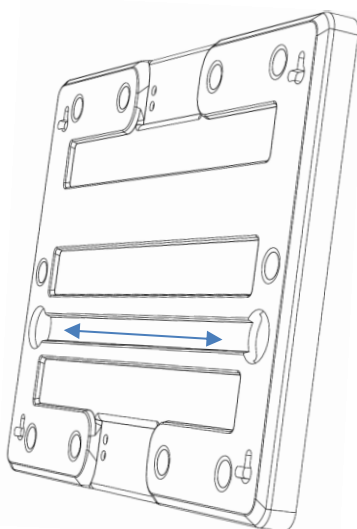

Abbildung 5 - Perspektive Rückseite Halterung
1. Wählen Sie zwischen zwei Bumpons (5).
- Wenn keine Unterputzdose für die Spannungsversorgung hinter dem Anbauort auf der Höhe des Kabelkanals (Siehe Abbildung 5) vorhanden ist, sollten Sie die Bumpons mit 3,5 mm Höhe wählen.